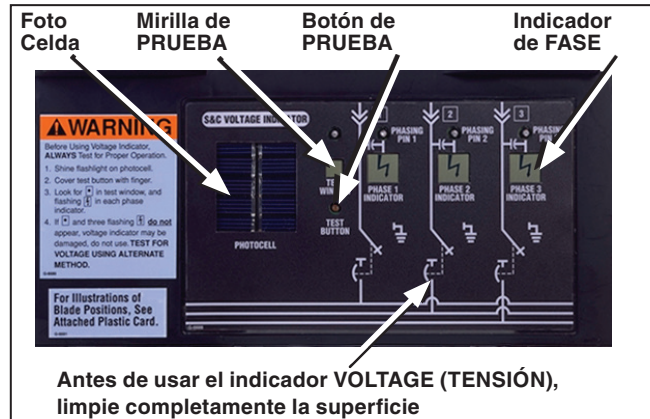

Figura 40. Indicador TENSIÓN con la característica Test.
PASO 1. Limpie la superficie del indicador TENSIÓN de suciedad y desechos. Ver Figura 40.